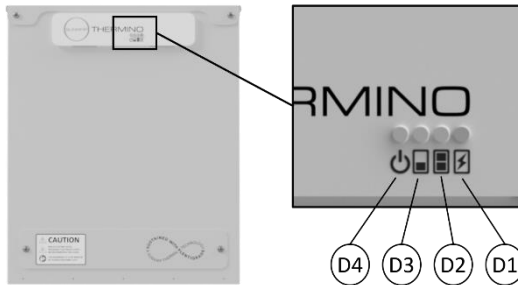

Abbildung 12 - Thermino ePlus Wärmebatterie, Funktion der LEDs
7. Überprüfen Sie an der Vorderseite der Wärmebatterie, ob die LEDs „Power“ und „Heizelement“ leuchten (siehe Abbildung 12 und Tabelle 9).